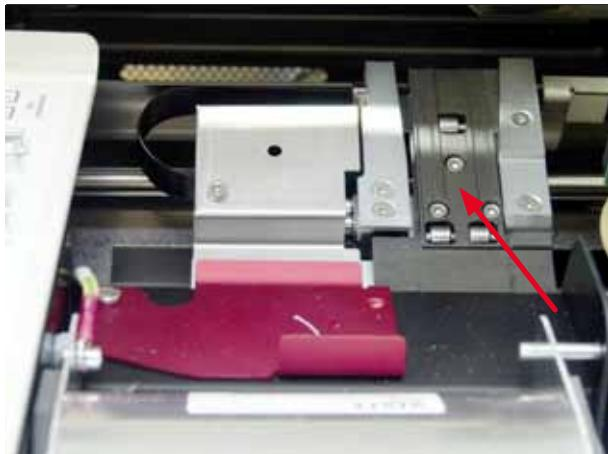

Рис. 45
- Станция транспортировки (→ "Рис. 45")